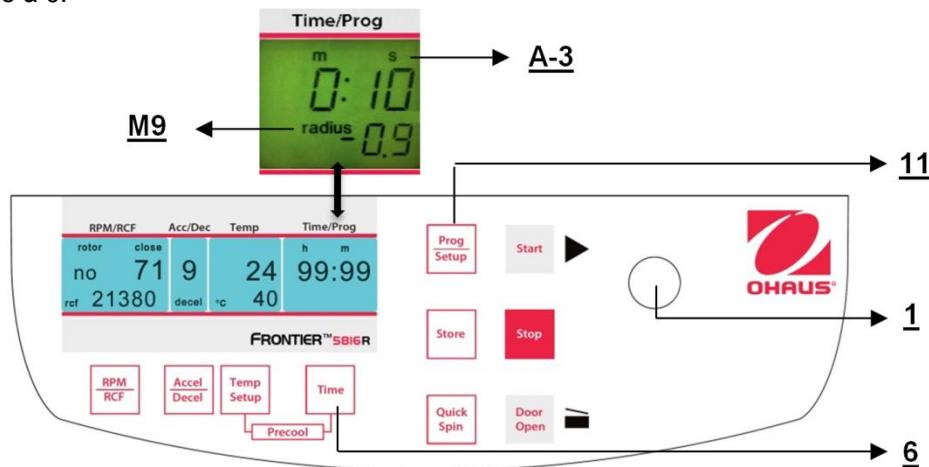

Figure. 21
L'utilisation d'adaptateurs ou de réducteurs peut modifier le rayon de centrifugation de chaque rotor. Dans ce cas, il est possible de modifier manuellement le rayon. Poursuivre de la manière suivante : Fermer le couvercle et maintenir ensuite appuyées les touches "Time" (6) (voir la figure 21) et "Prog/Setup" (11). Sur l'affichage "Time/Prog" (A-3), le mot "radius" (M9) apparaît. Avec le bouton de réglage (1), l'utilisateur peut présélectionner des corrections du rayon (voir Tableau 7, ANNEXE) par incrément de 0,1 centimètre. Après avoir défini une correction du rayon, le mot "radius" (M9) apparaît. Ce mot sera visible jusqu'à ce que la correction du rayon soit revenue à 0.